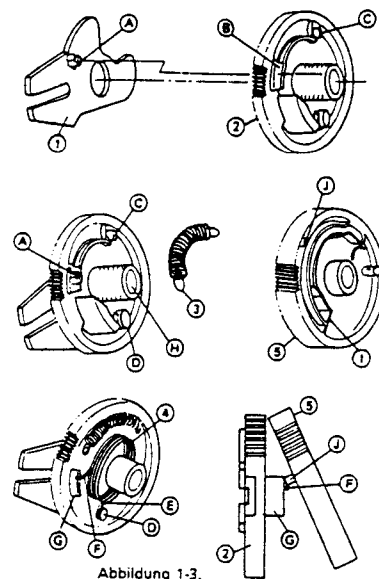

Abbildung 1-3.
• Zusammenbauen der Schneckenradereinheit (Abb. 1-3)